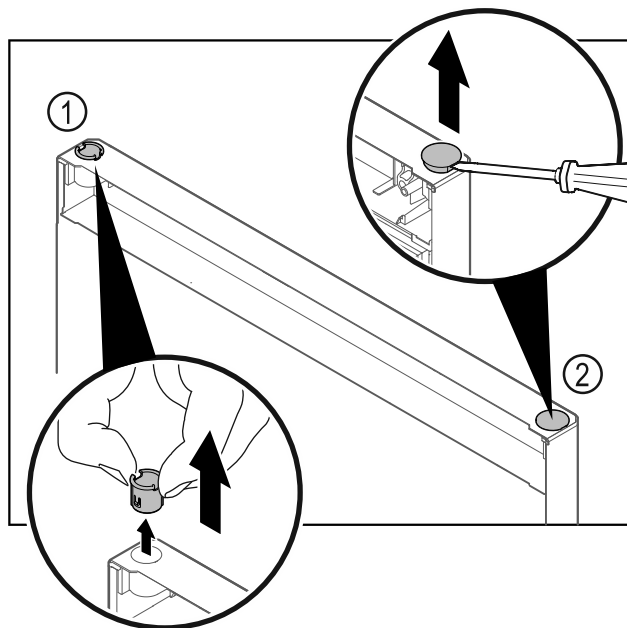

Fig. 34 Vrata zamrzovalnika
- ▶ Pušo tečaja Fig. 34 (1) snemite s prsti.
- ▶ S ploščatim izvijačem previdno dvignite krovni čep Fig. 34 (2) in ga izvlecite.